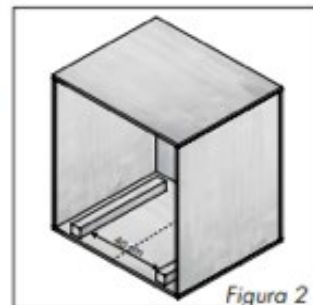

Figura 2
2. Instala 2 tacos de 4,5cm x 4,5cm x 45cm cada una en la base de la cavidad del cajón, (Ver figura 2).